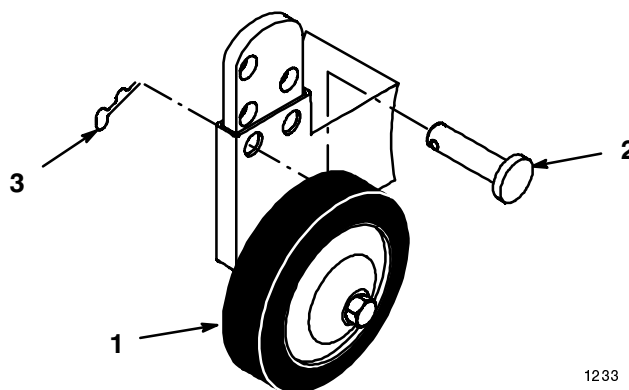

Abbildung 29
2. Zur Einstellung der Radhöhe über dem Boden den Haarnadelsplint und den Stift entfernen und die Lochposition verändern (Abb. 29).
3. Eine Lochposition auswählen, durch die das Rad bei der gerade eingestellten Schnitthöhe ca. 9,5 mm (3/8") über dem Boden liegt (Abb. 29).